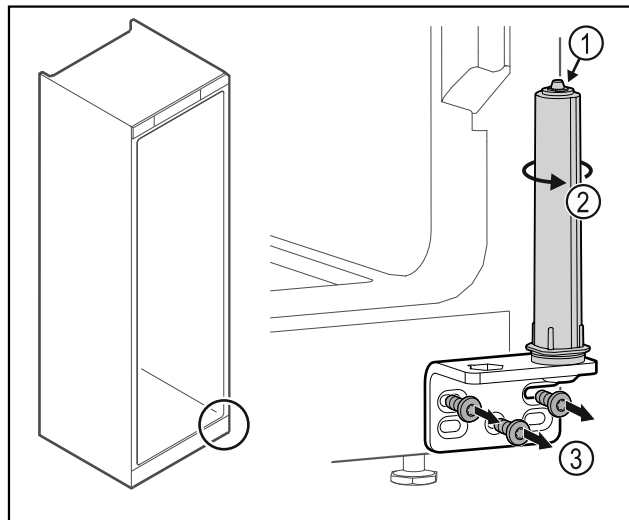

Fig. 25
- ▶ Systemu blokującego drzwi nie należy demontować Fig. 25 (1).
- ▶ System blokujący Fig. 25 (2) obrócić do momentu, aż kliknie.
- ▶ Odkręcić zawias Fig. 25 (3).